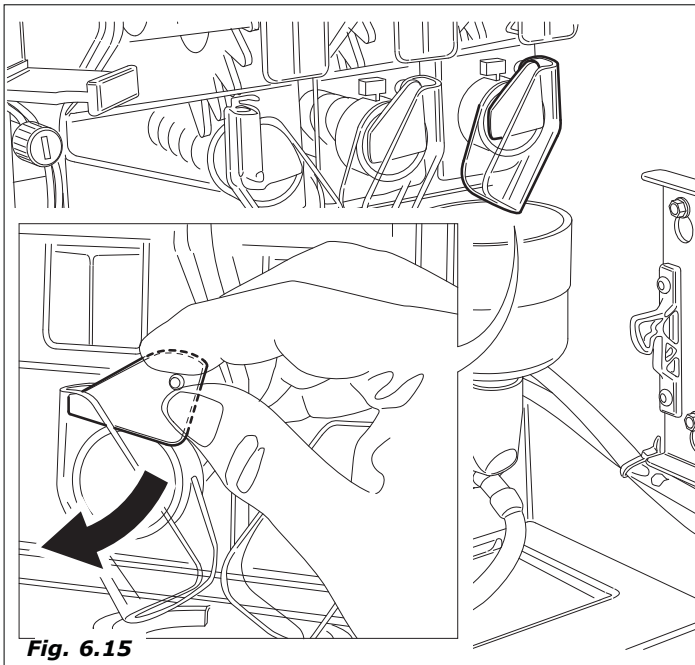

Fig. 6.15
- Lorsque le remplissage sera fini, effectuer des rinçages du groupe des mixers pour remplir tous les circuits et éliminer d'éventuels résidus dans la chaudière (figure 6.15).